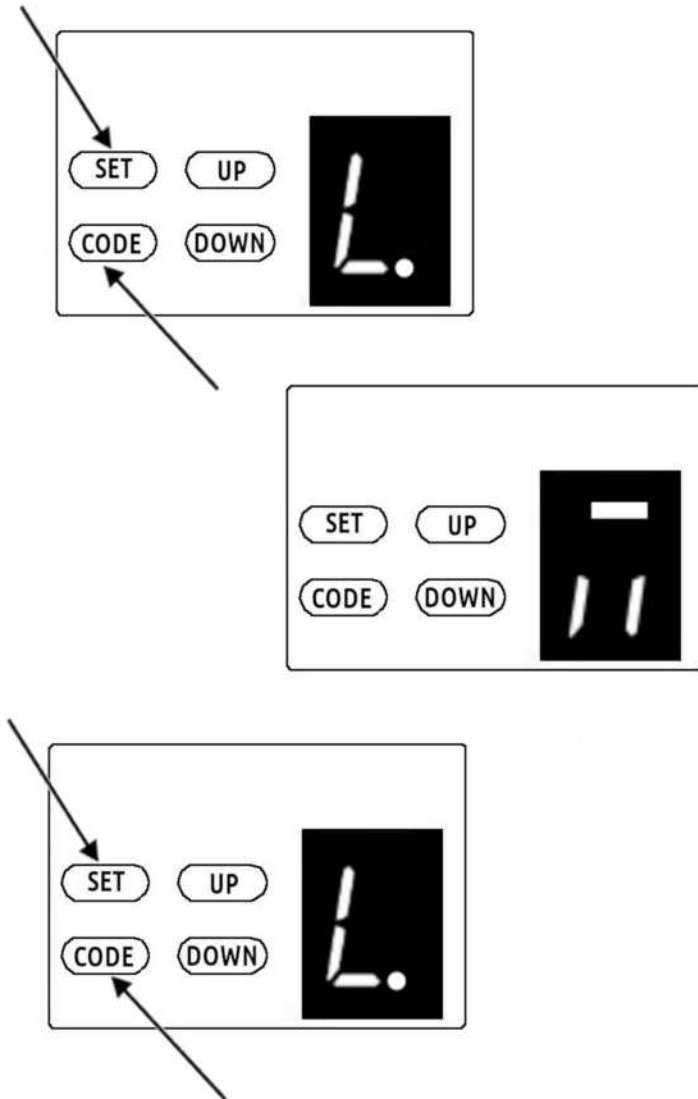

Fig.56
8.3.- Activar y Desactivar la Función de Bloqueo.(Fig.56)